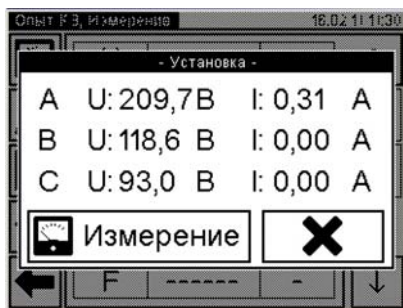
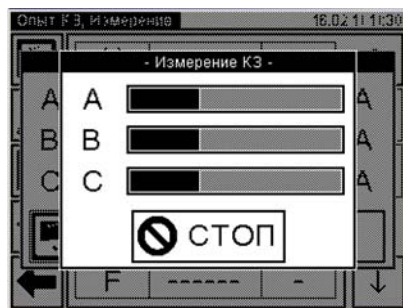

Рисунок 6.70
Рисунок 6.71
13) Установить номинальное значение напряжения при проведении опыта К3, контролируя его значение на экране БУ в окне "Установка" (рисунок 6.70).
14) Выполнить измерение, для чего нажать кнопку Измерение (рисунок 6.70). На экране появится окно, демонстрирующее динамику процесса измерения (рисунок 6.71).